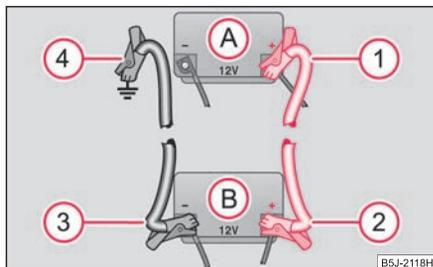

Fig. 195 Ayuda de arranque con la batería de otro vehículo: A - batería descargada del vehículo, B - batería auxiliar
- Conecte un extremo ① al polo positivo ⇒ fig. 195 de la batería descargada ①.
- Conecte el otro extremo ② al polo positivo de la batería auxiliar ②.